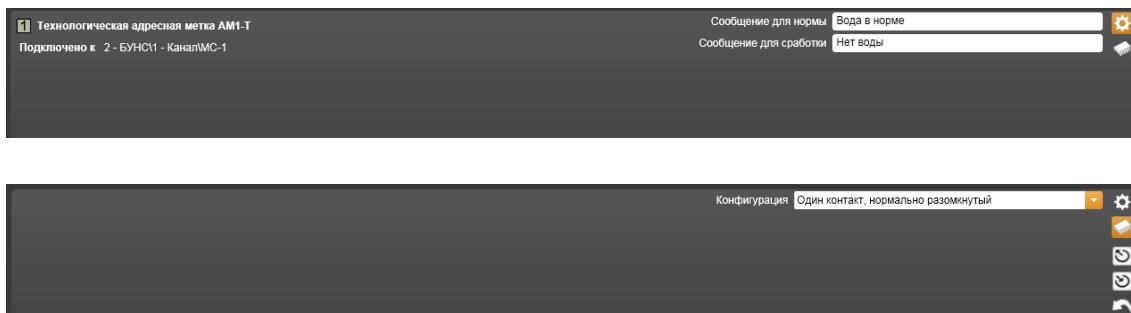

Рисунок 14.3.57 – Свойства Технологической адресной метки АМ1-Т
18) Технологическая адресная метка АМ1-Т (Рисунок 14.3.57).
- – **Параметры по умолчанию** – значок, при щелчке на котором происходит считывание параметров из памяти компьютера в таблицу параметров текущей закладки (Нижний рисунок 14.3.57).